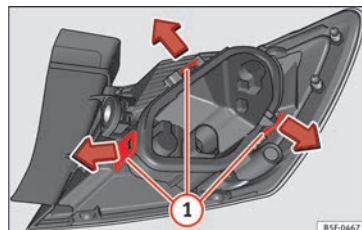

Fig. 117 Linguetas de fixação na parte posterior da unidade de luz traseira.
- Desmonte o porta-lâmpadas » **Fig. 117** desbloqueando as linguetas de fixação ①.